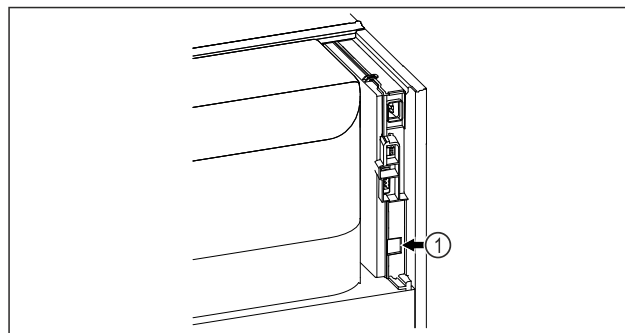

Fig. 83
- SmartModule Fig. 83 (1) se rabi.